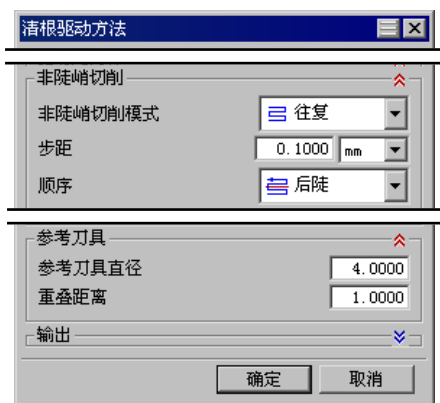

图 12.29 设置驱动设置
Step1. 单击“清根参考刀具”对话框 **驱动方法** 区域的“编辑”按钮 , 然后在系统弹出的“清根驱动方法”对话框, 设置如图 12.29 所示的参数。